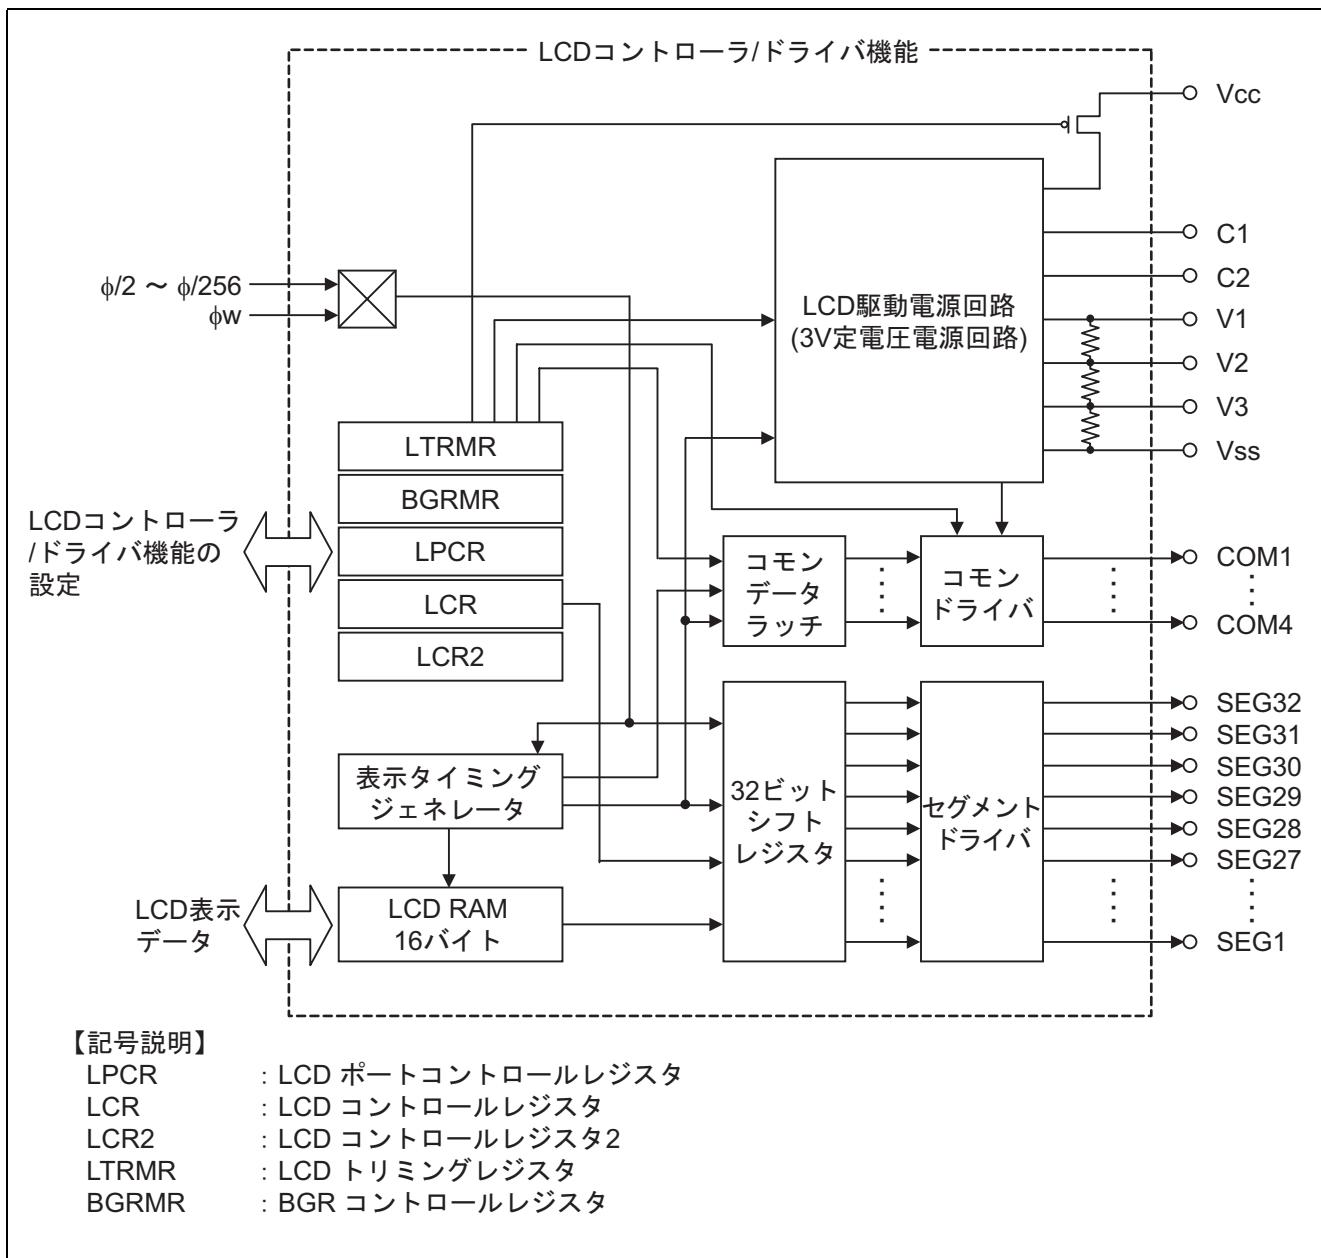

図2 LCD コントローラ / ドライバ機能のブロック図
(1) LCD コントローラ / ドライバの各機能について説明します。また、図 2 に LCD コントローラ / ドライバ機能のブロック図を示します。